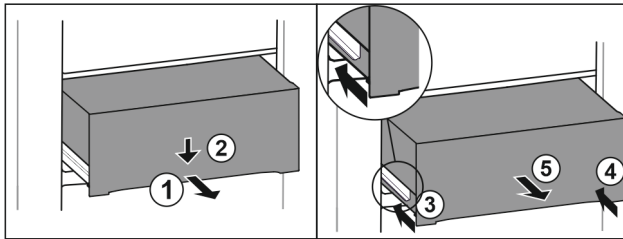

Fig. 70
- ▶ Extraiga el cajón hasta la mitad. Fig. 70 (1)
- ▶ Presionar hacia abajo el cajón de la parte delantera. Fig. 70 (2)
- ▶ Introducir el carril izquierdo unos 2 cm. Fig. 70 (3)
- ▶ Introducir el carril derecho unos 2 cm. Fig. 70 (4)
- ▶ Extraiga el cajón hacia delante. Fig. 70 (5)